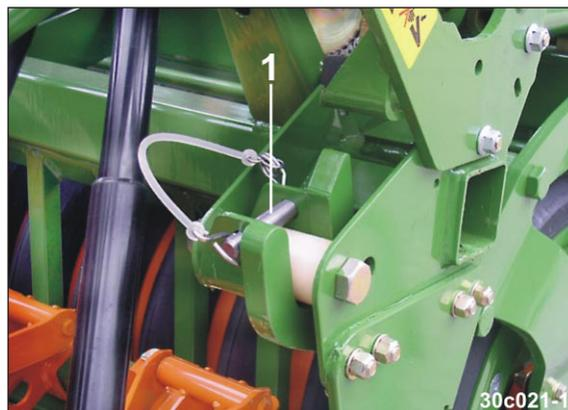

Fig. 120
12. Beide Fanghakensicherungsbolzen (Fig. 120/1) entfernen.